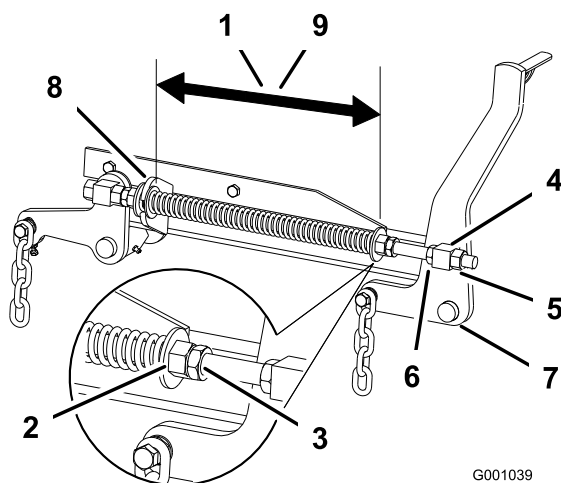

Bild 83
2. Prüfen Sie den Abstand zwischen den beiden großen Scheiben. Für Mähwerke mit 132 cm sollte der Abstand 28,2 cm und für Mähwerke mit 152 cm sollte der Abstand 26,7 cm betragen (Bild 83).
3. Lösen Sie für das Einstellen des Abstands die Klemmmutter der Feder und drehen Sie die Mutter vorne an jeder Feder (Bild 83). Drehen Sie die Mutter nach rechts, um die Feder zu verkürzen und nach links, um die Feder zu verlängern.
4. Arretieren Sie die Mutter, indem Sie die Federklemmmutter anziehen (Bild 83).